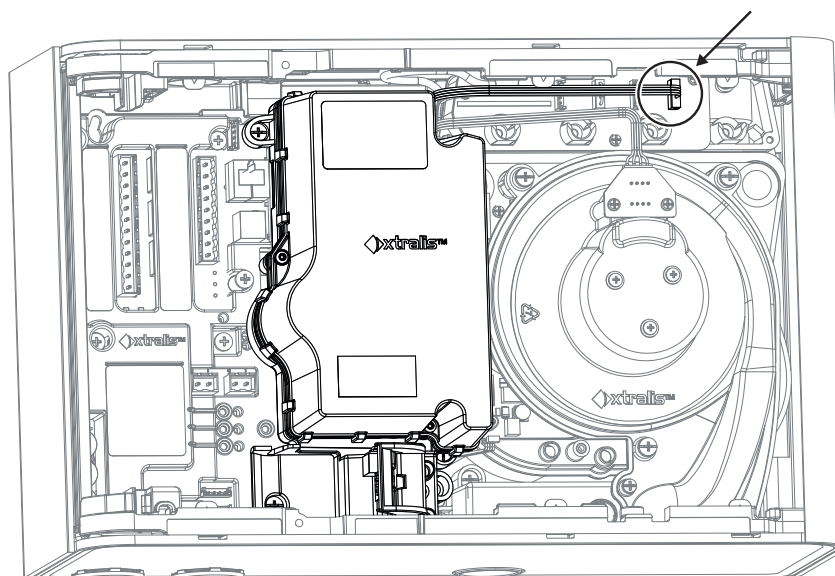

Figura 7-14: Desconecte el haz de cables de la cámara
4. Desconecte el haz de cables de la cámara del conector J3 (Figura 7-14).
5. Vuelva a conectar el haz de cables a J3 (Figura 7-14).